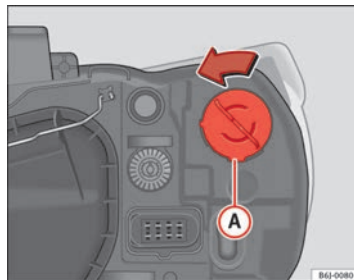

Fig. 144 Luz intermitente
- Gire el portalámparas ⇒ fig. 144 Ⓐ a la izquierda y tirar.